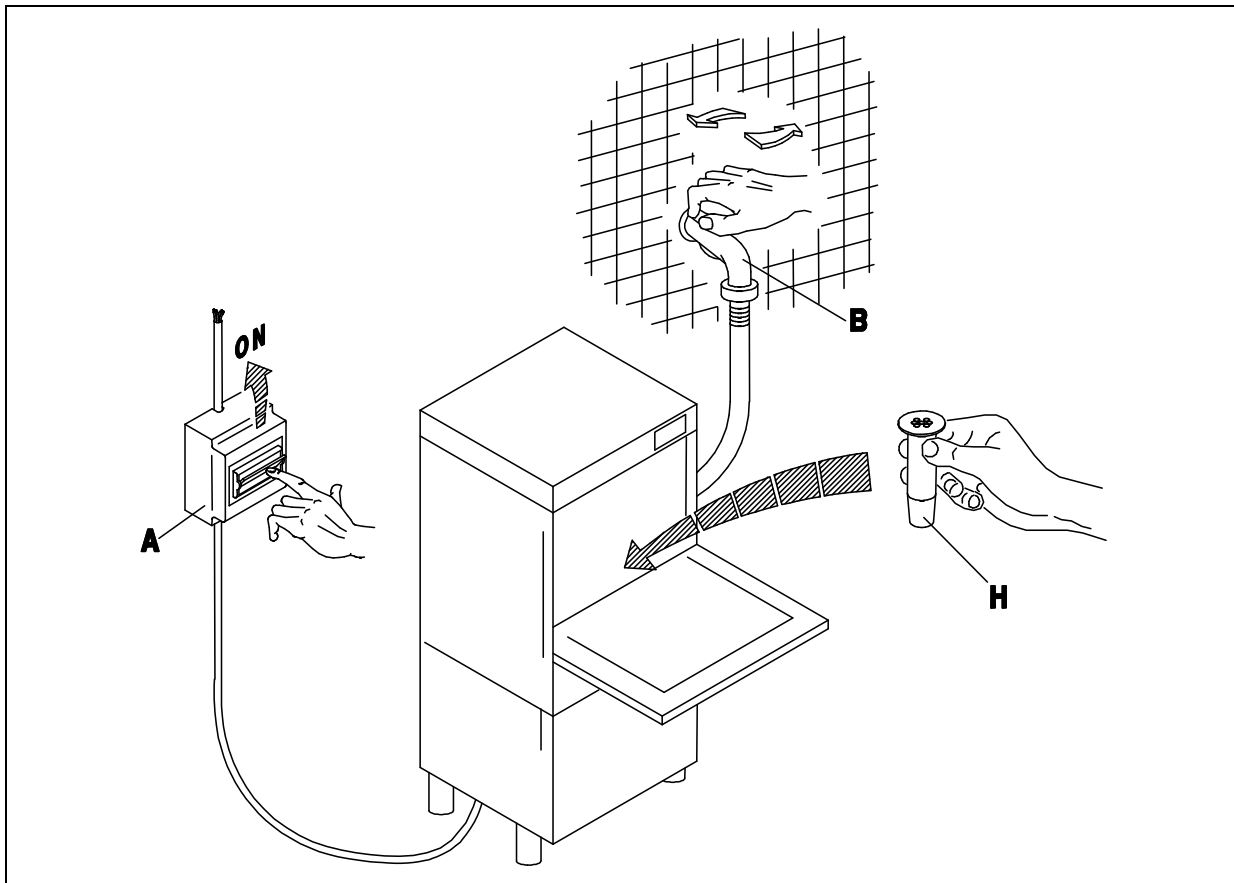

Fig. 3-1
- Aprire il rubinetto dell'acqua (B), inserire l'interruttore generale (A). Attivare l'interruttore principale dell'apparecchio (1), ne conseguirà l'accensione della spia (A) evidenziando che la macchina è sottoposta a tensione. A porta chiusa l'apparecchio si riempie d'acqua e alla fine del carico, si inseriscono automaticamente le resistenze della vasca e del boiler in alternanza. Il funzionamento delle resistenze è reso visibile dall'accensione delle spie (D) ed (E). Quando entrambe le spie si spengono l'acqua avrà raggiunto le temperature impostate e l'apparecchio sarà pronto per iniziare il lavaggio. (fig. 3-1÷3-2)
- Turn on the water tap (B) and switch on the master switch (A). Turn the appliance ON switch (1), which will cause the warning light (A) to illuminate, indicating that the machine is live. When the door is closed the appliance fills with water. When it is full, the tub and boiler heating elements come on automatically in alternation. When the elements are activated, the warning lights (D) and (E) are illuminated. When both warning lights go out the water has reached the set temperature and the appliance is ready to begin the washing cycle. (fig. 3-1÷3-2)
- Öffnen Sie den Wasserhahn (B) und betätigen Sie den Hauptschalter (A). Beim Betätigen des Hauptschalters (1) am Geschirrspüler wird die Anzeige (A) aufleuchten, an der Sie erkennen können, daß die Maschine unter Spannung steht. Bei geschlossener Tür läuft Wasser in die Maschine; ist die nötige Wassermenge einmal erreicht, so schalten die Heizungen des Tanks und des Boilers automatisch, eines nach dem anderen, ein. Der Betrieb der Widerstände wird durch das Aufleuchten der Anzeigen (D) und (E) erkennbar. Beide Leuchtanzeigen erlöschen, wenn das Wasser eine vorbestimmte Temperatur erreicht hat, d. h. wenn die Maschine betriebsbereit ist. (fig. 3-1÷3-2)
- Ouvrir le robinet (B) et insérer l'interrupteur général (A). Ouvrir l'interrupteur principal de l'appareil (1), le voyant (A) s'allumera ce qui signifie que la machine est branchée. L'appareil se remplit d'eau avec porte fermée et à la fin du chargement les éléments chauffants de la cuve et du boiler entrent automatiquement en action en alternance. Les voyants (D) et (E) s'allument quand les éléments chauffants fonctionnent. Les deux voyants s'éteignent dès que l'eau a atteint la température programmée et l'appareil est prêt pour commencer le lavage. (fig. 3-1÷3-2)
- Abrir el grifo del agua (B), conectar el interruptor general (A). Activar el interruptor principal del aparato (1); el encendido de la luz testigo (A) indica que la máquina está en tensión. Con puerta cerrada el aparato se llena de agua y cuando la carga esté terminada se conectarán automáticamente las resistencias del tanque y de la caldera en la alternación. El funcionamiento de las resistencias es señalado por el encendido de las luces indicadoras (D) y (E). Cuando ambas luces se apaguen, el agua habrá alcanzado la temperatura programada y el aparato estará listo para empezar el lavado. (fig. 3-1÷3-2)
- Abrir a torneira de água (B), acionar o interruptor geral (A). Acionar o interruptor principal do aparelho (1), a luz (A) se acende evidenciando che a máquina esta sob tensão. Uma vez fechada a porta se enche de água e no final, as resistencias do cuba e do boiler começam a funcionar automaticamente na alternação. As luzes (D) e (E) indicam o funcionamento das duas resistencias. Quando ambas se apagarem é porque a temperatura alcançou seu nível desejado e a máquina estará pronta para iniciar a lavagem. (fig. 3-1÷3-2)
- Draai de waterkraan (B) open en schakel de hoofdschakelaar (A) in. Schakel de hoofdschakelaar van het apparaat (1) in waarna het lampje (A) gaat branden waaruit blijkt dat de machine onder stroom staat. Als de deur dichtgedaan wordt, loopt het apparaat vol met water en na afloop van het vollopen worden de verwarmingselementen van de kuip en van de boiler automatisch ingeschakeld in de afwisseling. De werking van de verwarmingselementen blijkt uit het feit dat de lampjes (D) en (E) gaan branden. Als allebei de lampjes uitgaan dan heeft het water de ingestelde temperatuur bereikt en is het apparaat klaar om met het afwasprogramma te beginnen. (Afb. 3-1 - 3-2)
- Doe na het vollopen de deur open (I) en doe er afwasmiddel in (ongeveer 2 g per liter inhoudscapaciteit van de kuip). Doe de beladen korf (L) erin en doe de deur (I) dicht. Druk nu op de START knop (3) waarna (minstens 2 seconden) het afwasprogramma zal beginnen dat aangegeven wordt door het controlelampje (C): het einde van het programma valt samen met het uitgaan van dit lampje. Om de machine uit te schakelen moet u de schakelaar (1) uitschakelen door hem op de stand (0) te zetten, lampje (A) uit (Afb. 3-1 ÷ 3-3).